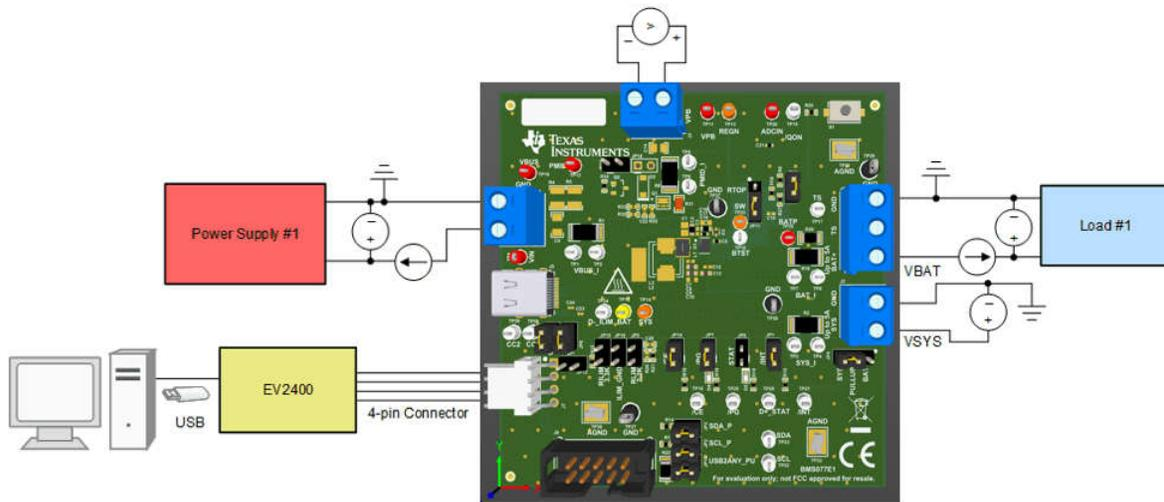

图 2-1. BQ25630 EVM 的测试设置
5. 打开 Load #1，设置为恒压模式并将输出设置为 2.5V，然后禁用负载。如图 2-1 中所示，将负载与电流表 (万用表) 串联到 J4 (BAT 和 PGND) 接地侧，不使用具有电流测量功能的源表。
6. 在 TP13 (BAT) 和 TP27 (PGND) 之间或者在 J4-3 和 J4-1 之间连接一个电压表，如图 2-1 中所示。
7. 在 TP14 (SYS) 和 TP27 (PGND) 之间或者在 J2-1 和 J2-2 之间连接一个电压表，如图 2-1 中所示。
8. 在 TP12 (PMID) 和 TP29 (PGND) 之间或者在 J3-1 和 J3-2 之间连接一个电压表，如图 2-1 中所示。
9. 使用 USB 电缆将 EV2400 USB 接口板连接到计算机，使用 4 引脚电缆从 I2C 端口连接到 J5，如图 2-1 中所示。
10. 按表 2-2 中所示安装分流器。请注意，图 2-1 中的分流器不一定按照表格进行安装。